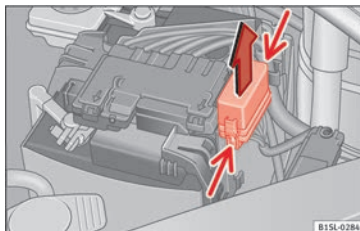

Fig. 144 En el vano motor: tapa de la caja de fusibles.
- Presione las pestañas de bloqueo en el sentido que indica la flecha (flechas finas) para desbloquear la tapa de la caja de fusibles **» fig. 144**.